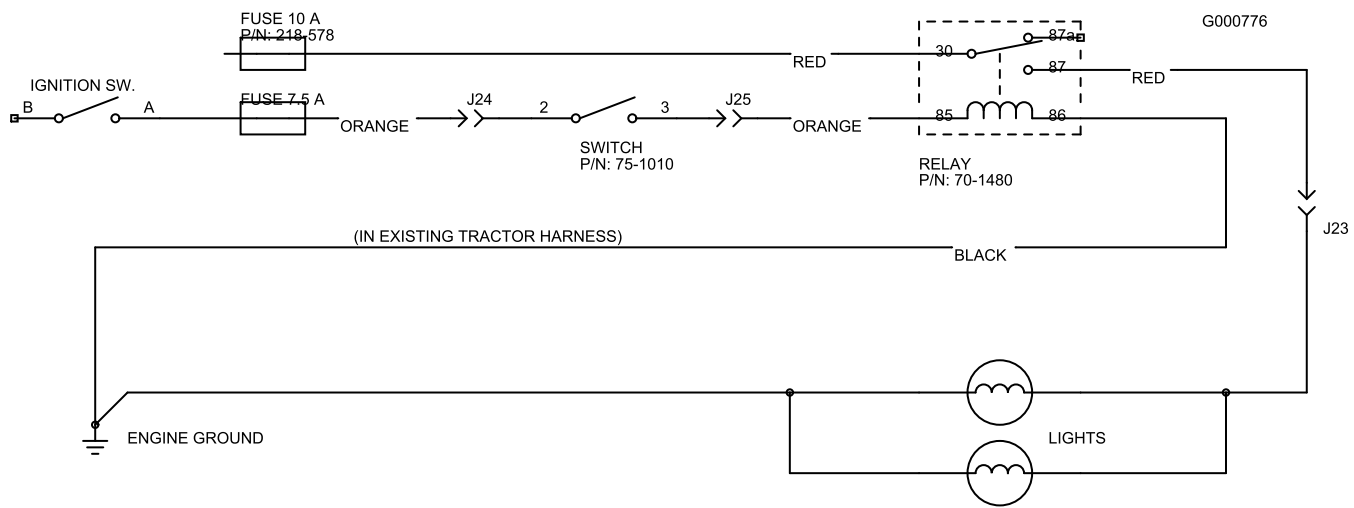

Figura 62
**Importante:** In caso di aggiunta di fari optional sulla trattrice, utilizzate le istruzioni, lo schema (Figura 62), e i numeri categorici elencati di seguito, al fine di non danneggiare l'impianto elettrico della trattrice.